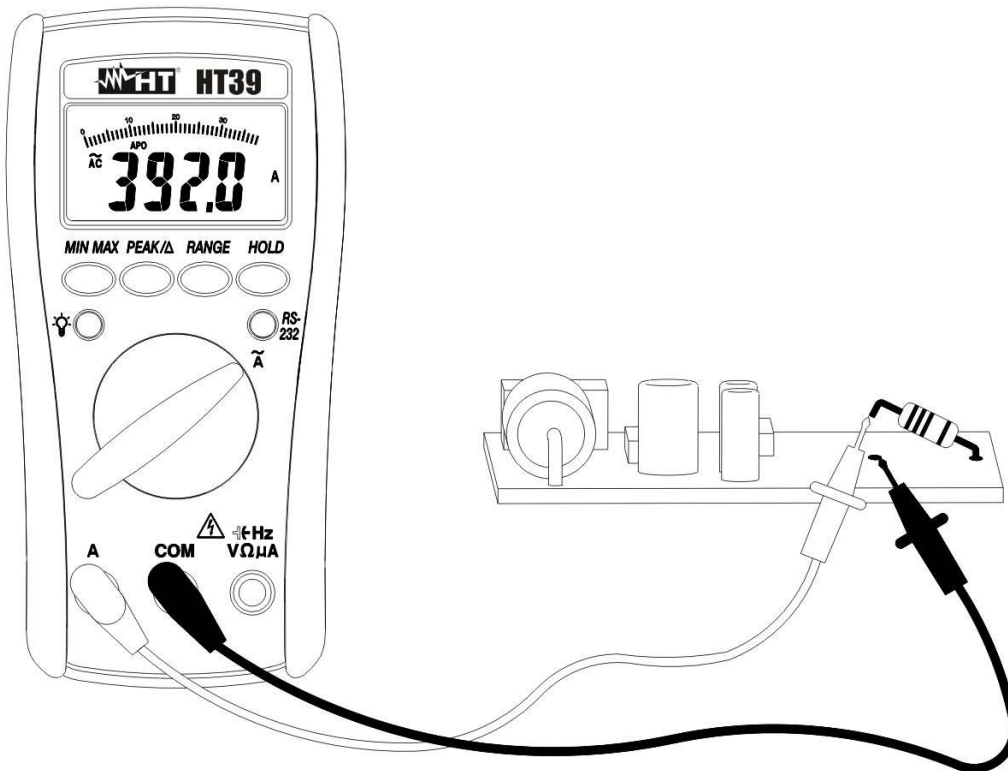

Fig. 6: Misure di Corrente AC
3. Inserire il cavo rosso nel terminale di ingresso **A** ed il cavo nero nel terminale di ingresso **COM** (vedere la Fig. 6).